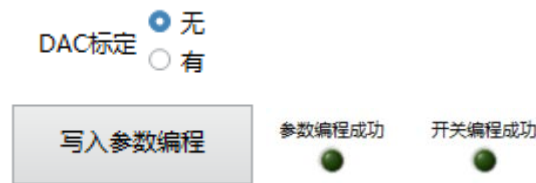

图 4.2.15 多点编程参数烧录按钮
- 点击“写入参数编程”按钮将执行多点编程参数烧写固化操作，此操作是将多点编程的参数写入芯片 EEPROM 中以实现掉电保存。其中烧录前可选择带“DAC 标定”的参数烧录和无“DAC 标定”的参数烧录，其中无标定的参数即为界面参数直接转换成对应格式后写入芯片中，而带 DAC 标定的会先启用 DAC 标定过程，将标定后的结果与界面参数做匹配后再将匹配后的结果写入芯片中。两者的区别在于带标定的参数中会包含 DAC 输出的修正信息，使输出更接近想要的结果，而此标定需要 3-6 秒的时间，所以建议用户只在电源端串联了较大的电阻性器件时启用此项。在理想情况（我司官方推荐电路）下，该标定对输出实际结果影响可以忽略不计，故建议勾选无 DAC 标定后编程。参数编程成功后，下方的指示灯会亮起（图 4.2.15）。